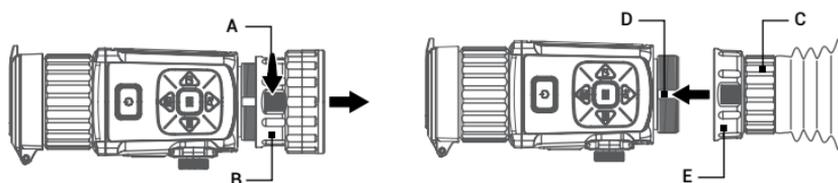

ABBILDUNG 2-9. OKULARWECHSEL
1. Drehen Sie den Befestigungsring (Abbildung 2-9, A) der Ausgangslinse des Vorsatzgerätes (B) gegen den Uhrzeigersinn, um diese zu entfernen.
2. Passen Sie das Monokularokular (C) an den Nuten (D) des Geräts an und drehen Sie den Befestigungsring des Okulars (E) im Uhrzeigersinn, um es festzuziehen.